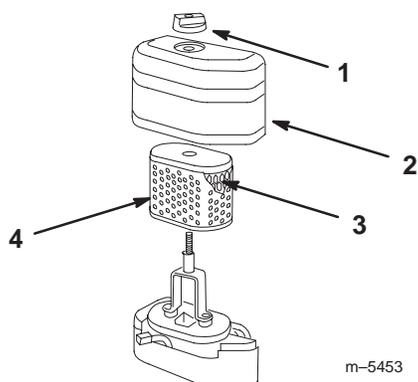

Figure 19
2. Dévissez le bouton et déposez le couvercle du filtre à air (Fig. 19).